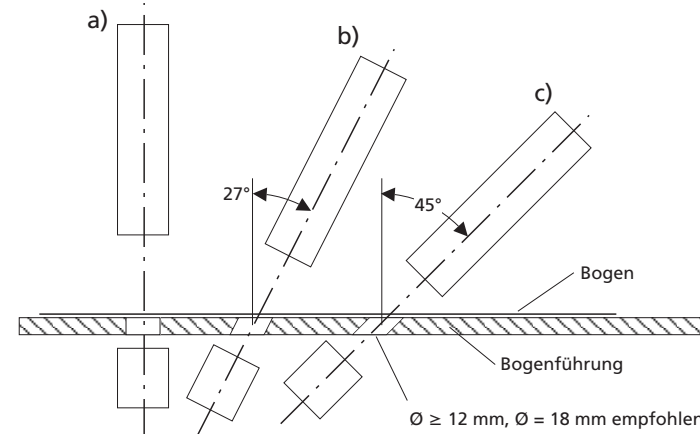

Abb. 5: Einbaulagen
- Bei Papieren und dünnen Folien wird eine senkrechte Montage zum Bogen empfohlen (Abb. 5 a).
- Bei dünnen Blechen, dickeren Kunststofffolien (z.B. Kreditkarte) ist die dbk mit einer Neigung von 27° zum durchlaufenden Bogen zu montieren (Abb. 5 b).
- Papiersorten, die bei der senkrechten Montage Fehlschaltungen verursachen (i.d.R. Papiere mit internen Luft einschüssen), können häufig bei einer Montage von 45° zum durchlaufenden Bogen abgetastet werden. Wird bei Wellpappe schräg gegen die Wellen gemessen, können sogar feine Wellpappen (G- und F-Welle) abgetastet werden (Abb. 5 c).
- Falls Sie den Sender versenkt einbauen bzw. eine Bogenführung zwischen Sender und Empfänger vorgesehen haben, muss die Bohrung einen Durchmesser von ≥ 12 mm haben, empfohlen wird ein Durchmesser von 18 mm (Abb. 5).